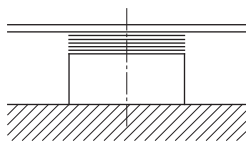
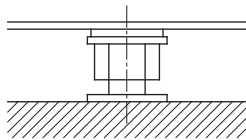

Fig. 5: Șaibe de compensare pe suprafața fundației
Fig. 6: Șuruburi de nivelare pe suprafața fundației
- Pe fiecare bloc de șuruburi de pe suprafața fundației aplicați o șaibă de compensare (cca 20–25 mm grosime) (vezi fig. 5). Alternativ pot fi utilizate și șuruburi de nivelare (vezi fig. 6).